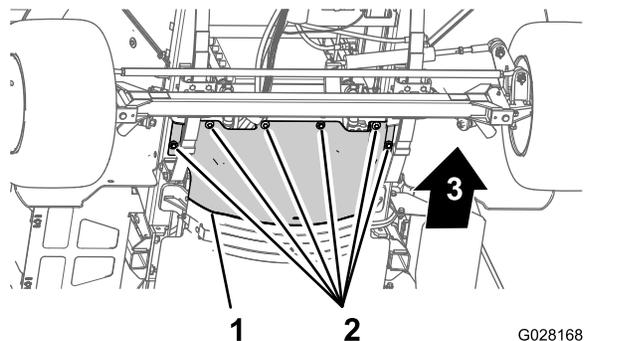

Figura 41
4. Retire os 6 parafusos de cabeça hexagonal e as 6 anilhas que fixam a proteção térmica dianteira ao chassis e retire a proteção (Figura 41).